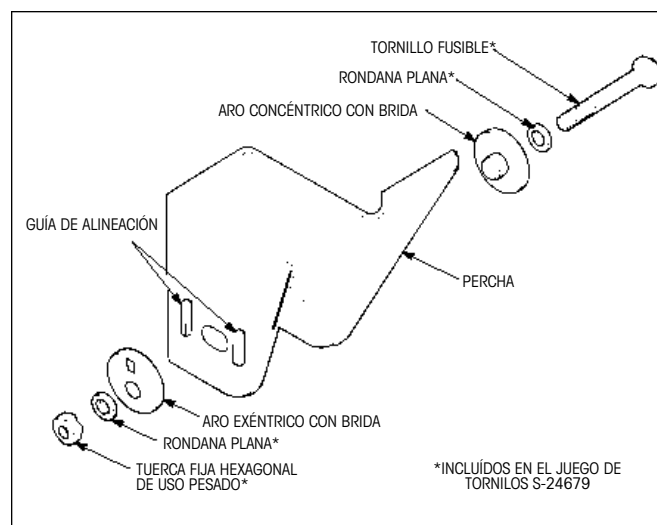

Figura 4. Instalación de la viga a la percha
2. Coloque los BUJES TRIFUNCIONALES® de la viga en las perchas principales. También instale las rondanas de desgaste (Figura 4).
4. Desde la parte interna del remolque, inserte el tornillo pivote a través de la percha (hacia las llantas) (Figura 4).